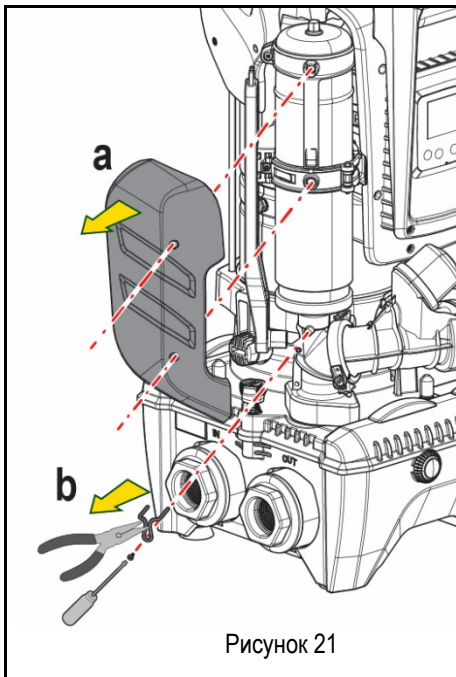

Рисунок 21
3. Снимите картер (крышку), потянув за него. Он прикреплен с помощью двойного цилиндрического крепления с защелкой (Рис. 21а);